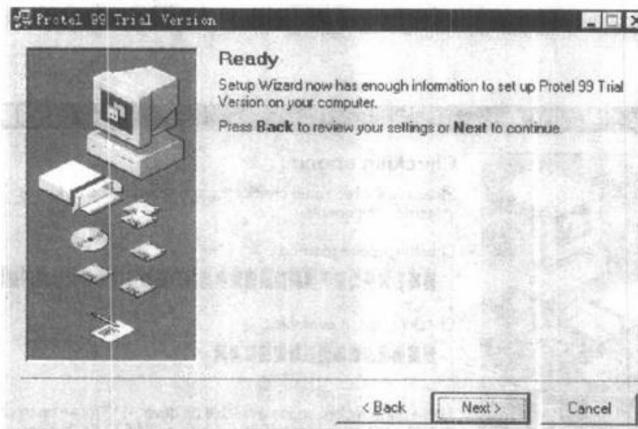

图 1-8 准备安装
(8) 如果不想另外指定文件夹,则可单击 Next 按钮,安装向导会提示读者,安装的必要信息已经输入了,如图 1-8 所示;这时只要单击 Next 按钮,安装就可以进行了。